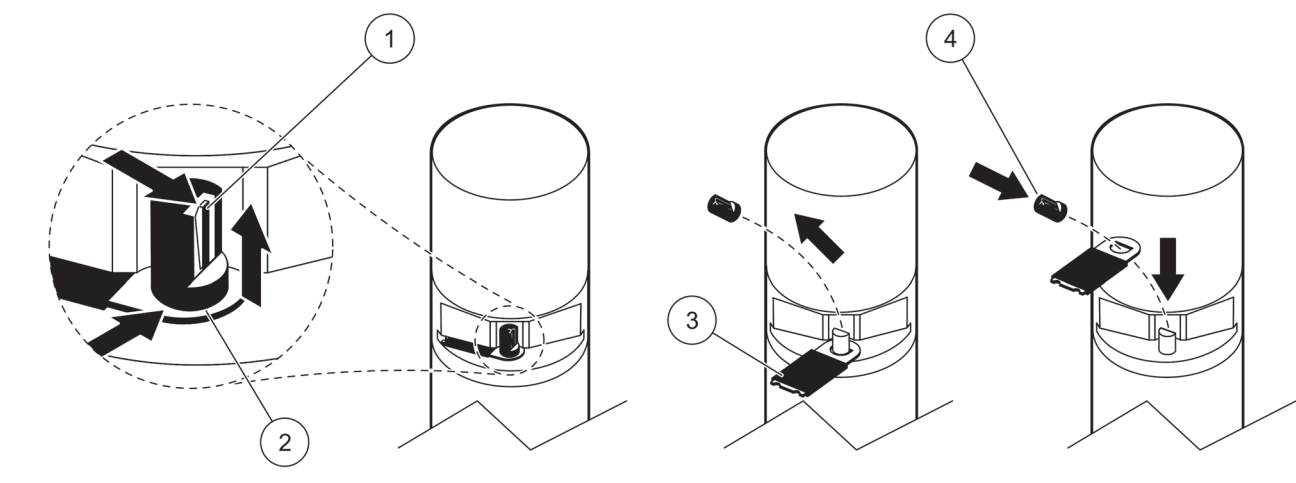

Figura 9 Sostituzione del gommino tergisensore
Fare riferimento alla Figura 9 e alla procedura seguente per modificare il gommino tergisenore.
9. Sollevare la linguetta di bloccaggio (Figura 9, elemento 1), spostare il fondo del cappuccio e rimuoverlo (Figura 9, elemento 2 e 3).
11. Il tergisenore si estende automaticamente. Sostituire il gommino tergisenore (Figura 9, elemento 4) e sostituire il cappuccio per bloccarlo in sede (Figura 9, elemento 5).